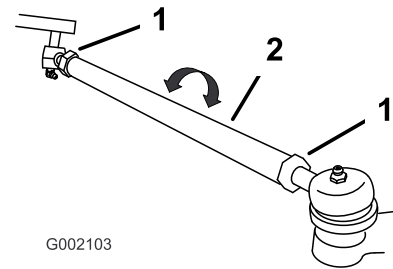

Bild 34
4. Wenn der Wert nicht zwischen 0-6 mm liegt, lösen Sie die Klemmmuttern an beiden Ende der Zugstangen (Bild 34).